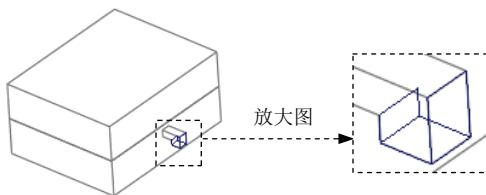
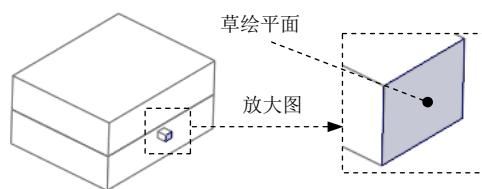
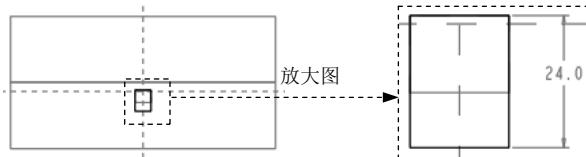

图 27.29 实体拉伸特征 2
图 27.30 定义草绘平面
图 27.31 截面草图
Step6. 创建图 27.29 所示的实体拉伸特征 2。单击 **模具** 操控板 **形状** 区域中的 按钮，此时系统弹出“拉伸”操控板；在出现的操控板中，确认“实体”类型按钮 被按下；右击，从系统弹出的菜单中选择 **定义内部草绘...** 命令，选取图 27.30 所示的平面为草绘平面，接受系统默认的箭头方向为草绘视图方向，然后选取 MAIN_PARTING_PLN 基准平面为参考平面，方向为 **上**。单击 **草绘** 按钮，进入草绘环境；进入截面草绘环境后，选取 MOLD_FRONT 基准平面和 MAIN_PARTING_PLN 基准平面为草绘参考，利用“投影”命令绘制图 27.31 所示的截面草图；完成截面草图的绘制后，单击“草绘”操控板中的“确定”按钮 ；在操控板中选取深度类型 ，再在深度文本框中输入深度值 20.0，并按回车键；